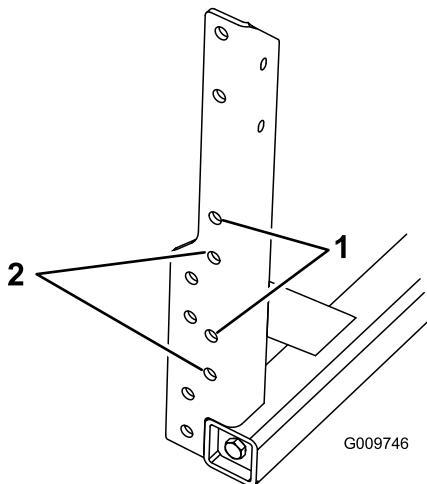

Bild 13
- Ermitteln Sie mit Bild 13 die richtigen Befestigungslöcher für die Montage des mittleren Auslegers an der Maschine.